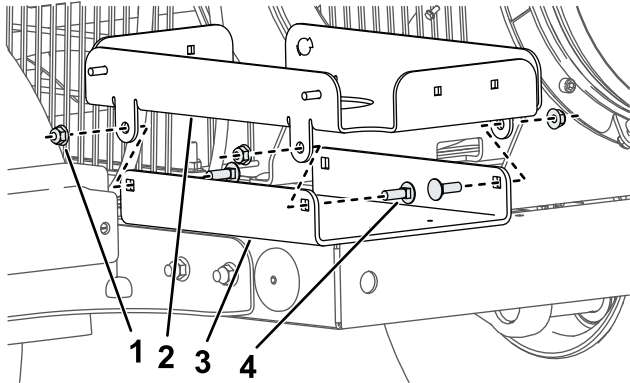

図 2
1. 既存の燃料タンクマウントを除去して新しい 38 リットルタンク用のマウントを取り付けるキャリッジボルト5/16"4本、フランジナット5/16"を、図2に示す穴に通して使う。